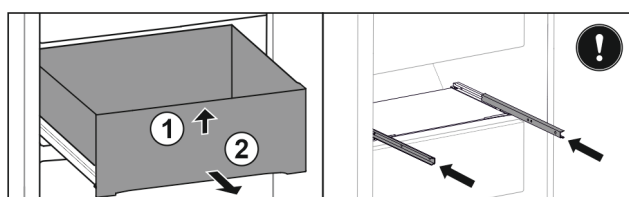

Fig. 53
- ▶ Løft skuffen foran. Fig. 53 (1)
- ▶ Ta ut skuffen framover. Fig. 53 (2)